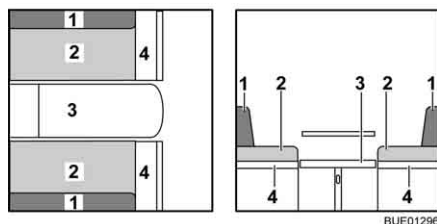

Fig. 124 Pendant la transformation
- Élargir la banquette (Fig. 124,4).
- Enlever les coussins de dossier (Fig. 124,1) et les placer de côté.
- Tirer les coussins d'assise (Fig. 124,2) vers le centre.